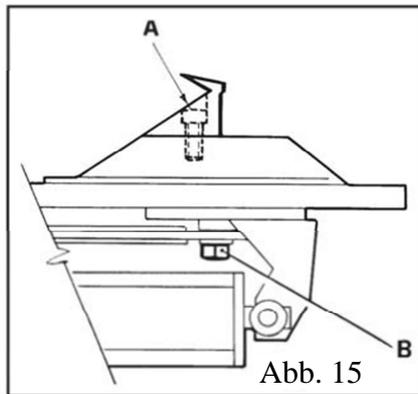

Abb. 15
- Nach den ersten 20 Arbeitstagen erneut die Befestigungsschrauben der Spannbacken auf den Schlitten des Drehtellers festziehen (Abb. 15).